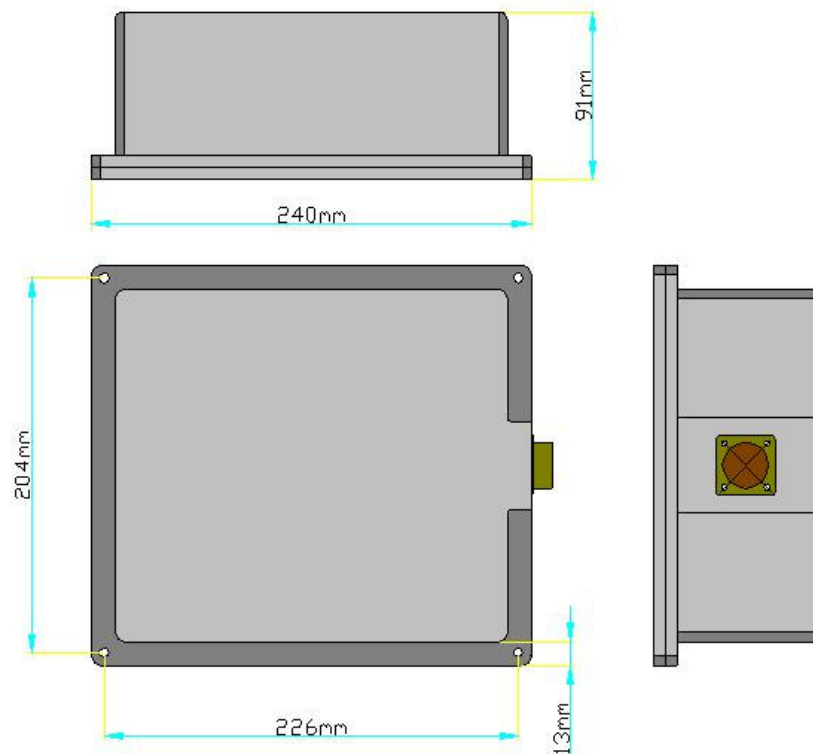
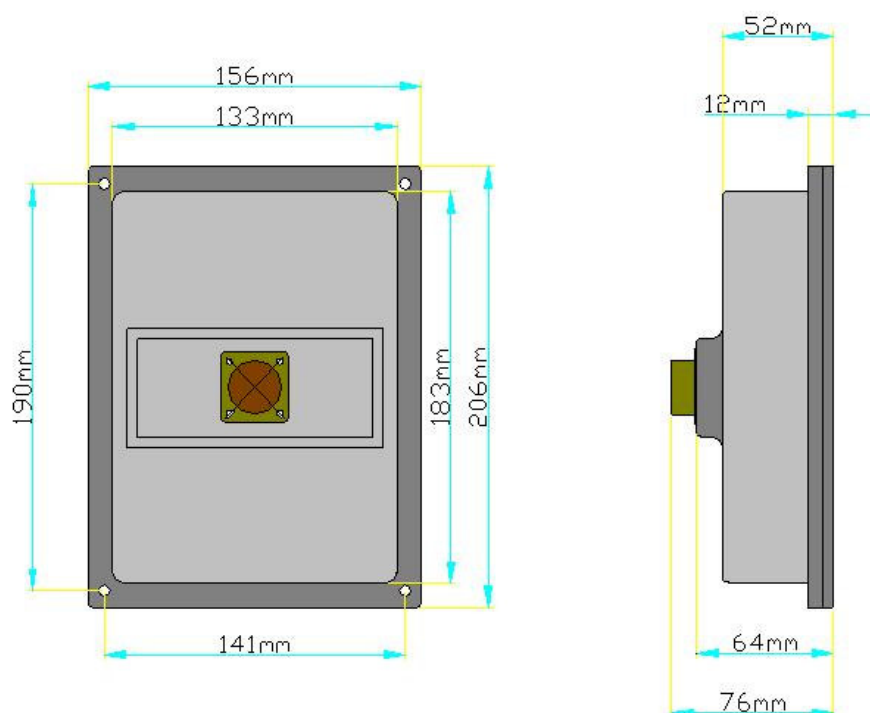

Figura 03
Figura 05
- CPU : Caixa contendo a Fonte de alimentação, placa de processamento de dados e unidade de armazenamento (Figura 03).
- Display : Caixa contendo o monitor de vídeo e o dispositivo de toque na tela (Touch screen) (Figura 05).
Ao tocar no botão da folha em branco (figura 03) será aberto automaticamente um teclado virtual (figura 05) para inserção dos dados, basta teclar sobre a letra correspondente. Após o